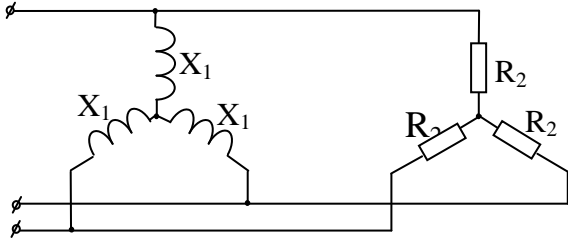

Рис. 3.3.1
3.3.1. Два симметричных трехфазных приемника соединены звездой (рисунок 3.3.1) и подключены к трехпроводной линии. Сопротивления фаз приемника $X_1=R_2=5$ Ом. Линейные напряжения источника 220 В. Определить линейные и фазные токи.